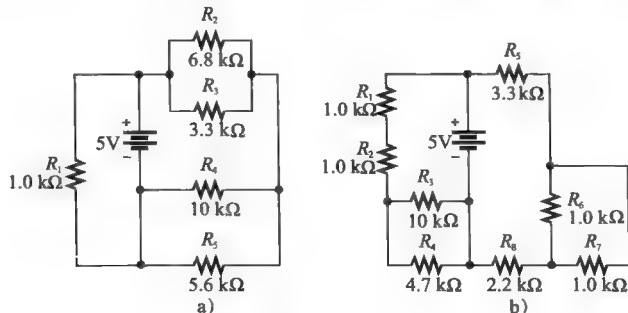

图 6-89
40. 在图 6-89 所示的每个电路中, 从电源看出去, 确定电阻的串并联关系。